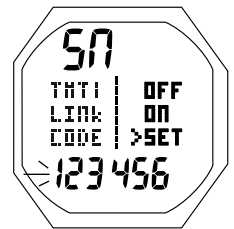

Fig. 52 - RÉGLAGE DU NUMÉRO DE SÉRIE D'UN ÉMETTEUR (code de liaison)
**RÉGLAGE DE L'ÉMETTEUR (SET TMT) 1, 2, 3 ou 4 :** paramètres affichés (Fig. 52)